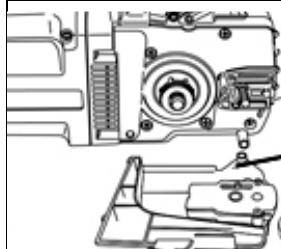

Рис.1
- Открутите зажимную ручку (2, Рис. 1 ниже).
- Снимите кожух (1, Рис. 1).